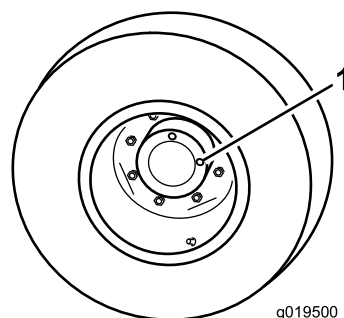

Figure 42
bouchon de contrôle (Figure 42) soit à la position 12 heures et l'autre à la position 3 heures.
1. Bouchon de contrôle/vidange (2)
2. Retirez le bouchon qui est à la position 3 heures (Figure 42). Le niveau d'huile doit atteindre le bas de l'orifice de contrôle.